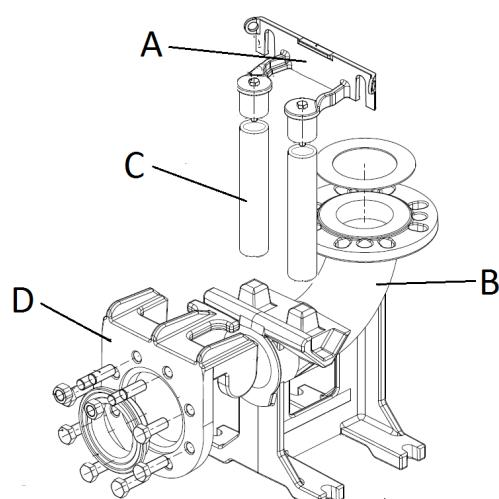

Fig. 5
- Fäst förankringsbygeln för styrrören (fig. 5 - pos. A) i tankens kant.
- Placera stödfoten för automatisk förankring (fig. 5 - pos. B) på brunnen botten. Använd ett lod för att kontrollera att de koniska utsticken för anslutning av styrrören är helt lodräta i förhållande till motsvarande utstick i förankringsbygeln på tankens kant. Kontrollera även planheten med hjälp av ett vattenpass.
- Märk ut läget för hålen på stödfoten. Fastställ därefter styrrörens (fig. 5 - pos. C) exakta längd.
- Montera specialflänsen (fig. 5 - pos. D) med slid och skena på pumpens utloppsrör. Haka fast vajern eller kedjan vid handtaget eller hålet upp till på pumphuset.